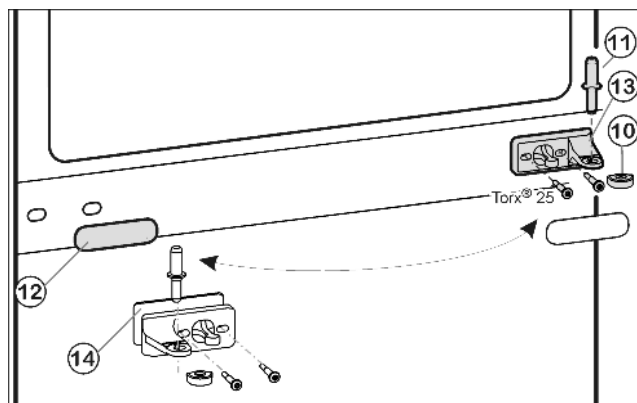
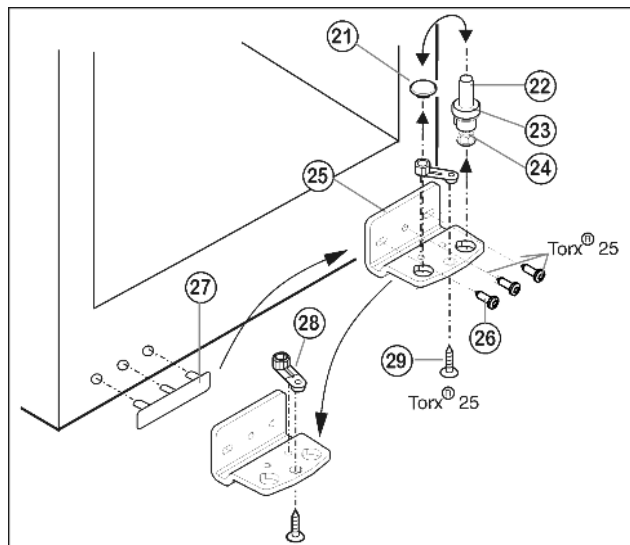

Fig. 5
Fig. 6
- ▶ Вытащите из опорного кронштейна и нижней дверцы средний опорный винт Fig. 5 (11).
- ▶ Снимите пластмассовый колпачок Fig. 5 (10).
- ▶ Открутите средний опорный кронштейн Fig. 5 (13) (2 шт. Torx® 25).
- ▶ Осторожно снимите накладку Fig. 5 (12).
- ▶ Прикрутите средний опорный кронштейн Fig. 5 (13) с подкладкой Fig. 5 (14) с поворотом на 180° на новую сторону шарнира (с моментом 4 Нм).
- ▶ Защелкните накладку Fig. 5 (12), повернув на 180°, на стороне, где теперь будет ручка.
- ▶ Извлеките опорный винт Fig. 6 (22) в комплекте с шайбой Fig. 6 (23) и регулируемой опорой Fig. 6 (24), вытягивая его вверх.
- ▶ Снимите пробку Fig. 6 (21).
- ▶ Открутите Fig. 6 (26) опорный кронштейн Fig. 6 (25).
- ▶ Открутите Fig. 6 (29) опорную деталь Fig. 6 (28) и, переставив в отверстие на противоположной стороне опорного кронштейна, снова прикрутите.
- ▶ Осторожно снимите и переставьте на противоположную сторону крышку со стороны ручки Fig. 6 (27).
- ▶ Снова прикрутите опорный кронштейн Fig. 6 (25) на новой стороне шарнира (с моментом 4 Нм). При необходимости используйте аккумуляторный шуруповерт.
- ▶ Переставьте пробку Fig. 6 (21) в свободное отверстие.
- ▶ Вновь установите опорный винт Fig. 6 (22) в комплекте с шайбой и регулируемой опорой. При этом фиксатор должен быть направлен назад.
- Установите нижнюю дверцу сверху на нижний опорный винт Fig. 6 (22).
- Снова наденьте пластмассовый колпачок Fig. 5 (10) на средний опорный кронштейн Fig. 5 (13).
- Вставьте средний опорный винт Fig. 5 (11) на новой стороне шарнира через средний опорный кронштейн Fig. 5 (13) в нижнюю дверцу.
- Установите верхнюю дверцу на средний опорный винт Fig. 5 (11).
- При необходимости выровняйте дверцы через два продольных паза в нижнем опорном кронштейне Fig. 6 (25) и среднем опорном кронштейне Fig. 5 (13) параллельно корпусу устройства. Для этого выкрутите средний винт на нижнем опорном кронштейне Fig. 6 (25).